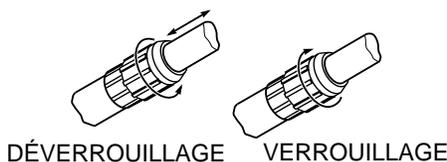

Figure 8 - Extension du manche télescopique
1. Pour allonger le manche, desserrer le manchon de serrage en le tournant dans le sens inverse des aiguilles d'une montre comme indiqué sur la Figure 8. Le manche coulisse alors librement.
3. Pour verrouiller le manche en position, resserrer le manchon de serrage en le tournant dans le sens des aiguilles d'une montre (voir la Figure 8) jusqu'à ce qu'il soit bien serré. Veiller à ce que la poignée de la tronçonneuse et celle du manche soient alignées avant de serrer le manchon de serrage. **IMPORTANT** : Ne pas utiliser une clé ou une pince pour trop serrer le manchon. Sinon, le manchon ou le manche risque d'être endommagé.